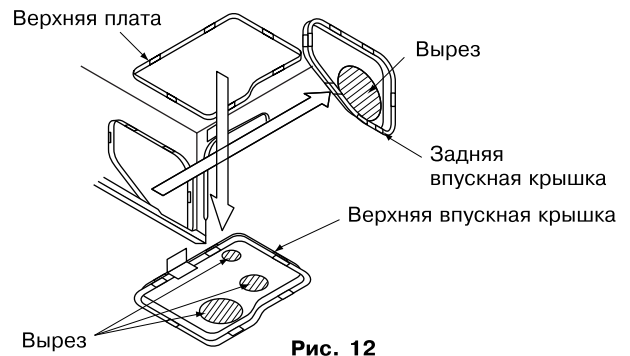

Рис. 12
(1) В случае трубопровода с задней проводкой
- Снимите заднюю крышку для трубопровода. (См. рис. 12, 14)
(2) В случае трубопровода с верхней проводкой
- Снимите крышку выходного отверстия в потолке и воспользуйтесь для присоединения трубопровода дополнительной L-образной установочной арматурой. (См. рис. 12, 13)
(3) В случае правостороннего трубопровода
- По окончании монтажа трубопровода подрежьте ножницами снятую впускную крышку по форме отверстия трубопровода и присоедините ее. Перед последующим снятием верхней впускной крышки перекиньте проводящие линии для двигателя перекидной задвижки и термистора, пропуская их через зажимную скобу вверху впускной крышки. **(См. рис. 12, 15)**